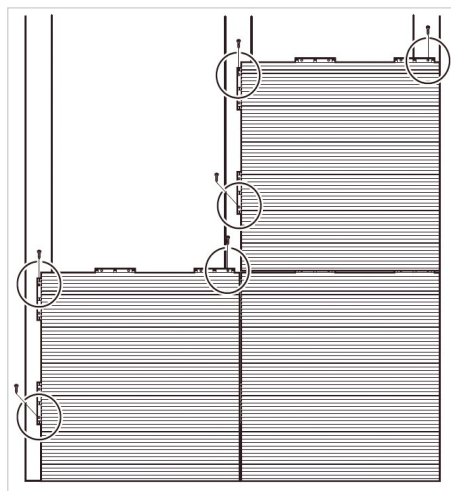

Рис. 4 Крепление кассеты по 3 точкам
- каждая кассета прикручивается шурупами минимум в 3 точках замковых выступов на 2 соседних опорных профилях (рис. 4);